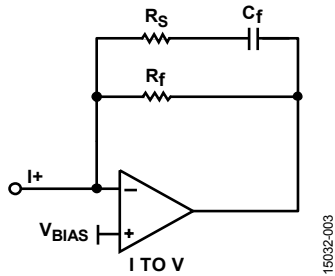

图3. I转V级
电流输出DAC的理想I到V转换器是接地电阻。然而，多数DAC的工作特性与输出电压不是线性关系。标准做法是将运算放大器用作I到V转换器，在反相输入端产生一个虚拟地。通常，运算放大器输出级会吸收时钟能量和电流阶跃。但是，图3显示 $C_F$ 电容一面将高频能量分流到地，一面正确地重现具有超低THD和交调失真 (IMD) 的理想输出。
- $R_F$ 为反馈电阻。为使噪声最低，第一级 (I转V) 的增益应最大化。然而，失真与运算放大器的开环增益 ( $A_{OL}$ ) 相关。 $A_{OL}$ 越高，失真性能越好。通常， $A_{OL}$ 在一定输出电压范围内规定 (参见图3)。以ADA4896-2为例，当输出为-4 V至4 V (使用±5 V电源) 时， $A_{OL}$ 最低是100 dB，如果输出提高到-4 V至4 V以外时， $A_{OL}$ 会降低，从而导致失真变差。假设DAC的最大输出电流为1 mA，则：